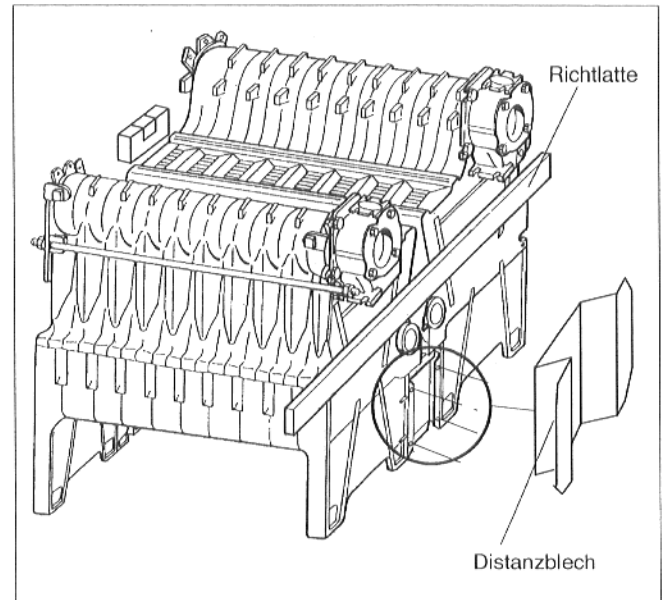

Abb. 9
- Zweiten Kesselblock bis an die Distanzbleche heranschieben und Kesselblöcke mit einer Richtlatte und Wasserwaage ausrichten (Abb.9).